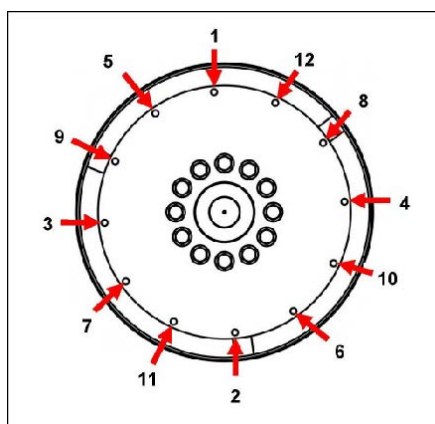

图 11. 固定顺序
10. 拆下校准销。使用头下方的大尺寸垫圈，安装耦合螺栓。按照所示顺序拧紧螺栓以将耦合盘固定到飞轮上。 图 11 位于页面 目录 20。